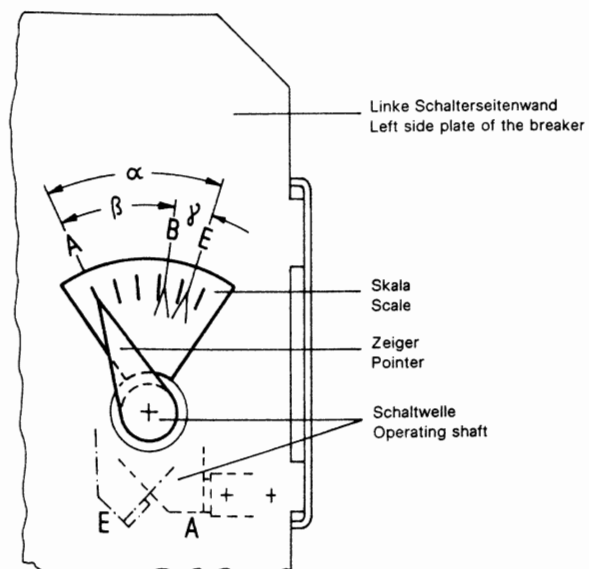
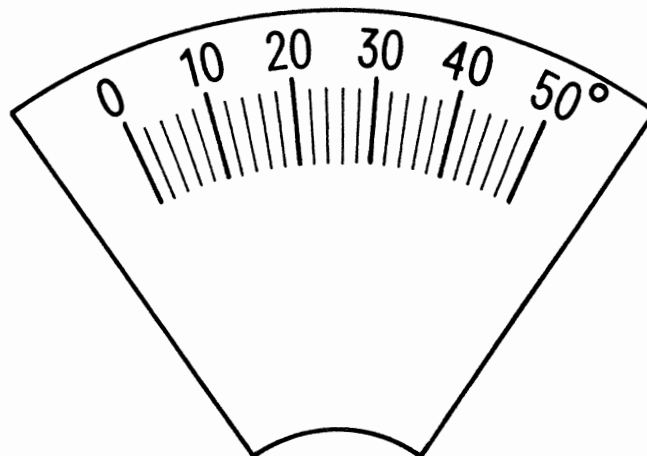

Fig. 108
Fig. 111 Skala
I. Drehwinkelmessung an der Schaltwelle, siehe Fig. 108
- Skala (Schablone Fig. 111 oder Polarkoordinatenpapier), die auf die linke Seitenwand des Schalters geklebt wird (siehe Fig. 108).